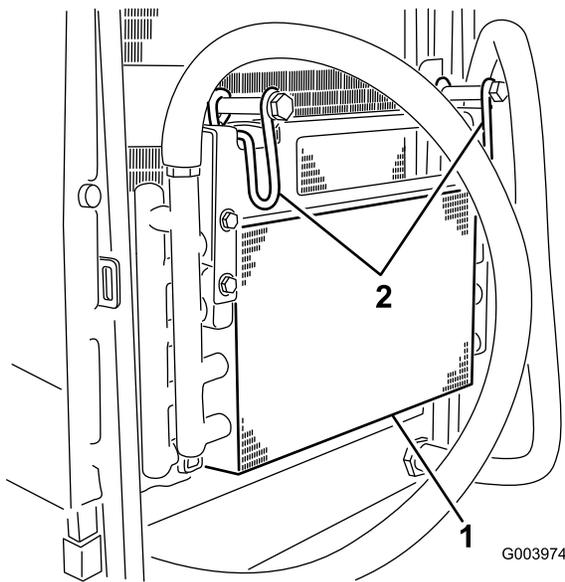

Рисунок 67
5. Поверните защелки внутрь, чтобы освободить маслоохладитель (Рисунок 67).